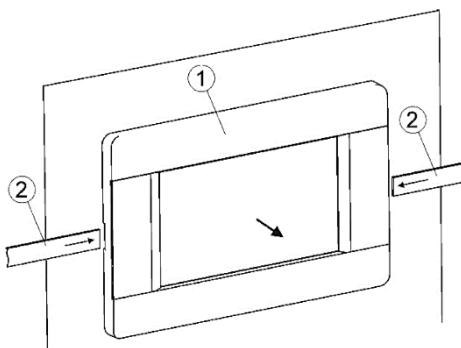

Abbildung 9: Abnehmen des Bedienfelds
Zum Auswechseln der Schalttafel (1) muss die Tafel von der Kesseltürabdeckung entfernt werden, indem geeignete flache Gegenstände (2) in die in Abbildung 9 gezeigten Slitze eingeführt werden. Dadurch lösen sich die Blendenanschlüsse und die Blende kann entfernt werden.